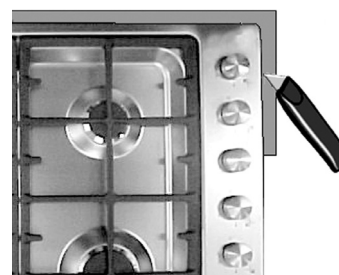

Fig. 4
- Rifilare con cura il bordo in eccedenza della guarnizione. Nel caso di installazione su legno (soprattutto truciolato), se dovessero essere presenti minimi spazi tra la fresatura e il bordo del piano installato rifinire riempiendo con minime quantità di silicone (Fig. 4). La parte inferiore del carter dovrà essere interamente accessibile una volta installato l'apparecchio.